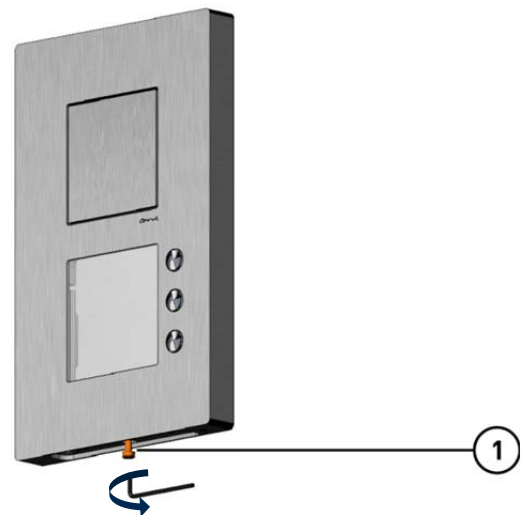

Abb. 10: Oberschale sichern
- ▶ Befestigen Sie die Oberschale mit der Sicherungs-Innensechskant-Schraube **(1)** an der Unterschale (Abb. 10).